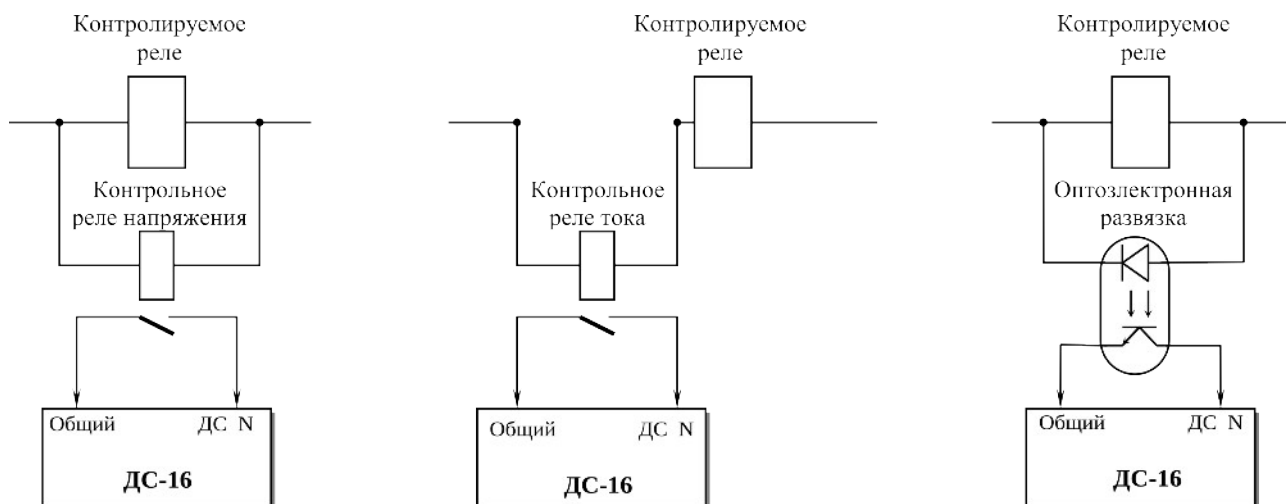

Рисунок 52
12.1.6.2 При отсутствии у контролируемого реле свободных контактов, применяются маломощные контрольные электромеханические, герконовые или полупроводниковые реле. Контрольные реле напряжения включаются параллельно контролируемому элементу, контрольные реле тока – последовательно (см. рисунок 52).